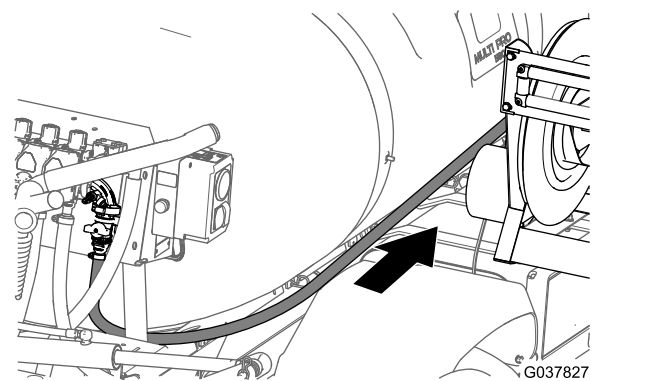

図 99
4. 給液ホースを、車両前方に配設する液剤タンクに沿ってホースリールへ導き、ここで、ケーブルタイ3本を使ってホースをタンクフレームに固定する 図 99。